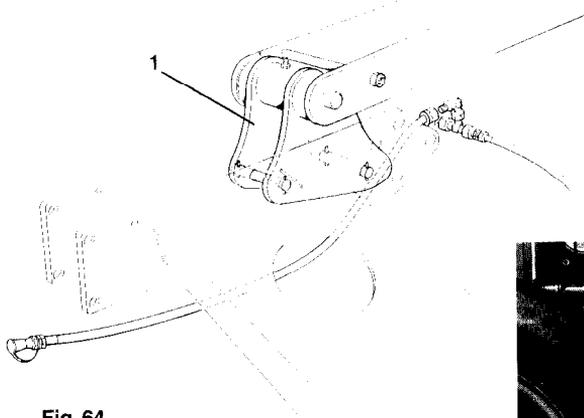

Fig. 64
- Den Oberlenkerbock (Fig. 64/1) am oberen Dreipunkt des Kreiselgrubbers (-egge) befestigen und sichern.